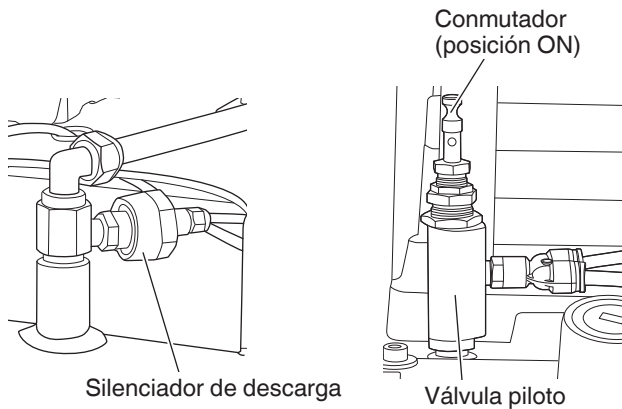
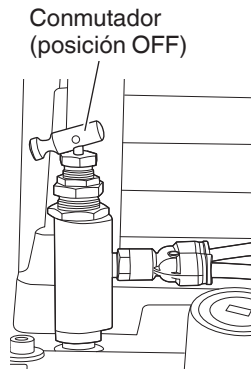

Fig. 6
Fig. 7
- Cuando el conmutador está en posición ON, se hace salir todo el aire del compresor a través del silenciador de descarga (Fig. 6). Este sistema ofrece una función de arranque simple. Para el funcionamiento normal, el conmutador se encuentra en la posición OFF (Fig. 7).